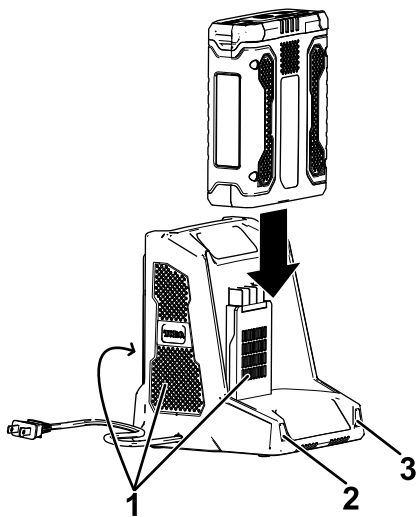

Figure 4
5. Glissez la batterie dans le chargeur jusqu'à ce qu'elle soit bien enclenchée (Figure 4).